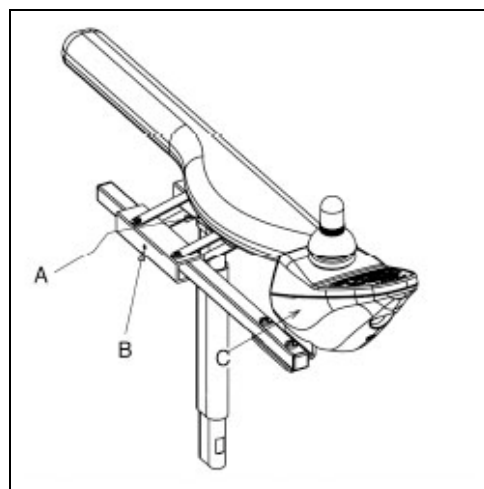

Figure 4.3
1. Desserrez la vis d'arrêt (A dans la fig. 4.3) de quelques tours à l'aide d'une clé coudée mâle de 3 mm.
1. Desserrez la vis d'arrêt (B dans la fig. 4.3) de quelques tours à l'aide d'une clé coudée mâle de 4 mm.